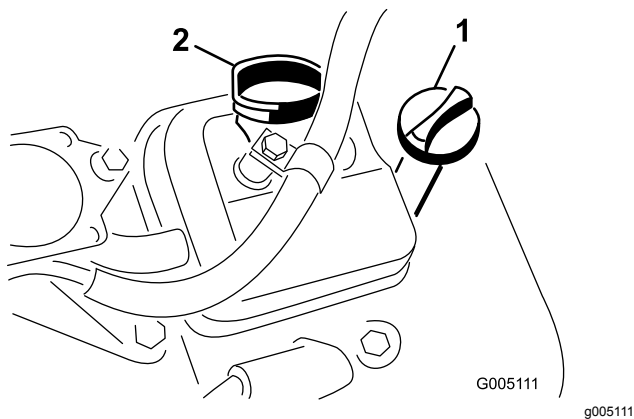

Bild 30
3. Führen Sie den Peilstab in den Füllstutzen wieder ein und schrauben Sie den Peilstab auf den Füllstutzen auf (**Bild 30**).